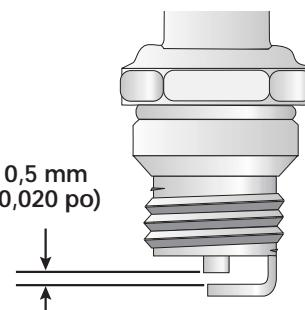

Fig. 28
3. Remplacez toute bougie fendillée, encaressée ou sale. Réglez l'écartement à **0,5 mm (0,020 po)** à l'aide d'une jauge d'épaisseur (Fig. 28).